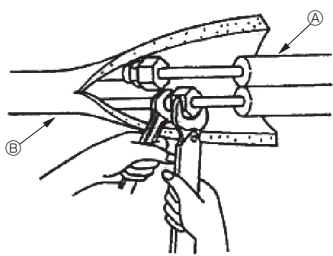

Fig. 4-4
4.4. Суық агент құбыры (Fig. 4-4)